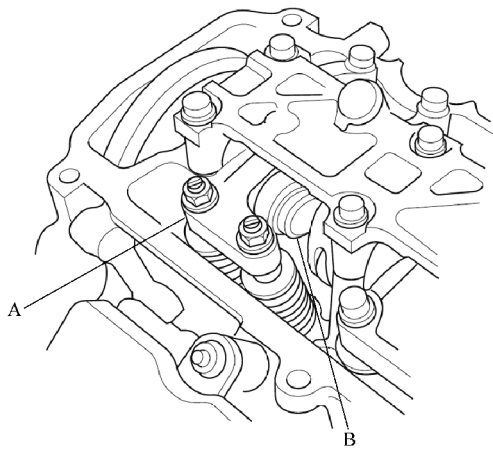
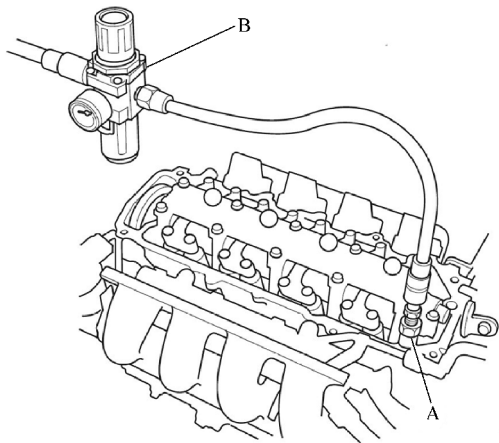

图 13-4 检查摇臂是否自由移动
图 13-5 安装气门检查组件
- 1) 起动发动机并使其运转 5min，然后将点火开关转至 LOCK (0) 位置。
- 3) 顺时针转动曲轴，目视检查所有主摇臂 A 和次摇臂 B 是否自由移动，如图 13-4 所示。
① 如果主摇臂和次摇臂一起移动，则将主摇臂和次摇臂作为一个总成拆下，检查并确认主、次摇臂中的活塞能平稳地移动。如果有任何摇臂需要更换，则将主摇臂和次摇臂作为一个总成进行更换，然后重新测试。
② 如果所有主摇臂和次摇臂可自由移动，则转至下一步骤。
- 6) 将空气适配器 A 安装到检查孔上，然后连接气门检查组件 B，如图 13-5 所示。